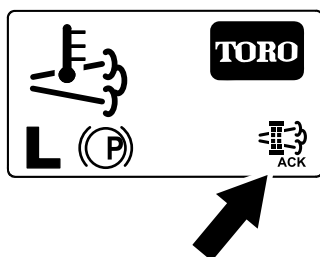

Figura 65
8. L'InfoCenter visualizza la schermata Home e l'icona della rigenerazione (Figura 65) è presente nell'angolo in basso a destra della schermata mentre la rigenerazione procede.